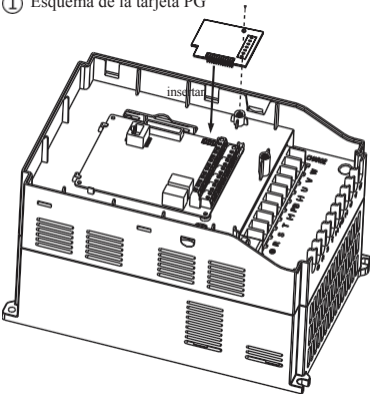

Figura 1: Instalación de la tarjeta de extensión PG
- ①: asegúrese de que el variador de CA esté completamente apagado.
- ②: Inserte la tarjeta PG y la tarjeta de extensión del variador.
- ③: Fijela con tornillos tal y como se muestra en la figura 1.
- 2) El aspecto, el bloque de bornes y la descripción de las funciones se muestran en la figura 1, la figura 2 y la tabla 1.
① Esquema de la tarjeta PG